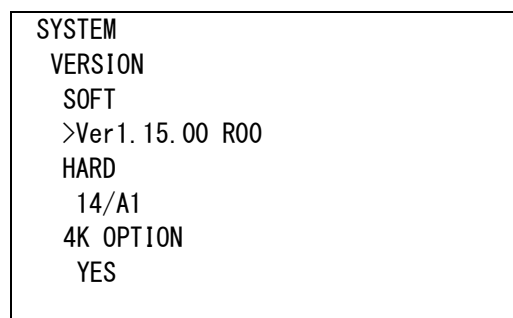

図 4-70 オンスクリーンメニュー(SOFT 例)
- ※図 4-70 の表示となります。
(52) TIME SET